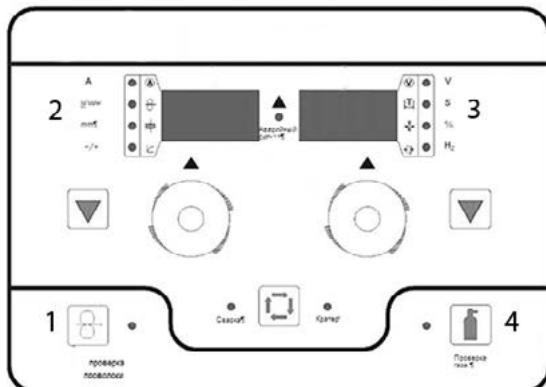

Рис. 6.4. Передняя панель.
7. Панель управления устройства подачи проволоки (см. рис. 6.4)